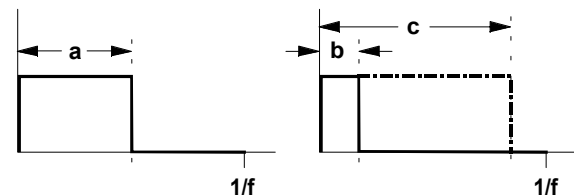

Abb. 2: verschiedene Pulsweiten einer Pulswelle
Der VCO liefert am Ausgang ⑩ eine Pulswelle. Sie können die **Pulsweite** (s. Abb. 2) manuell einstellen oder per Steuerspannung verändern (**Pulsweitenmodulation**).
Je weiter die Pulsweite von der symmetrischen Puls- welle abweicht (s. Abb. 2, b und c), desto geringer wird der Anteil unterer Harmonischer; der Klang wird zu- nehmend "spitzer" und "nasaler".
⑤ PW
Mit dem Regler ⑤ stellen Sie die **Pulsweite** (engl. *pulse width*) der Pulswelle ein, die Sie am Ausgang ⑩ abgreifen können (s. Abb. 2 in Kap. 3.1).
⑥ PCV